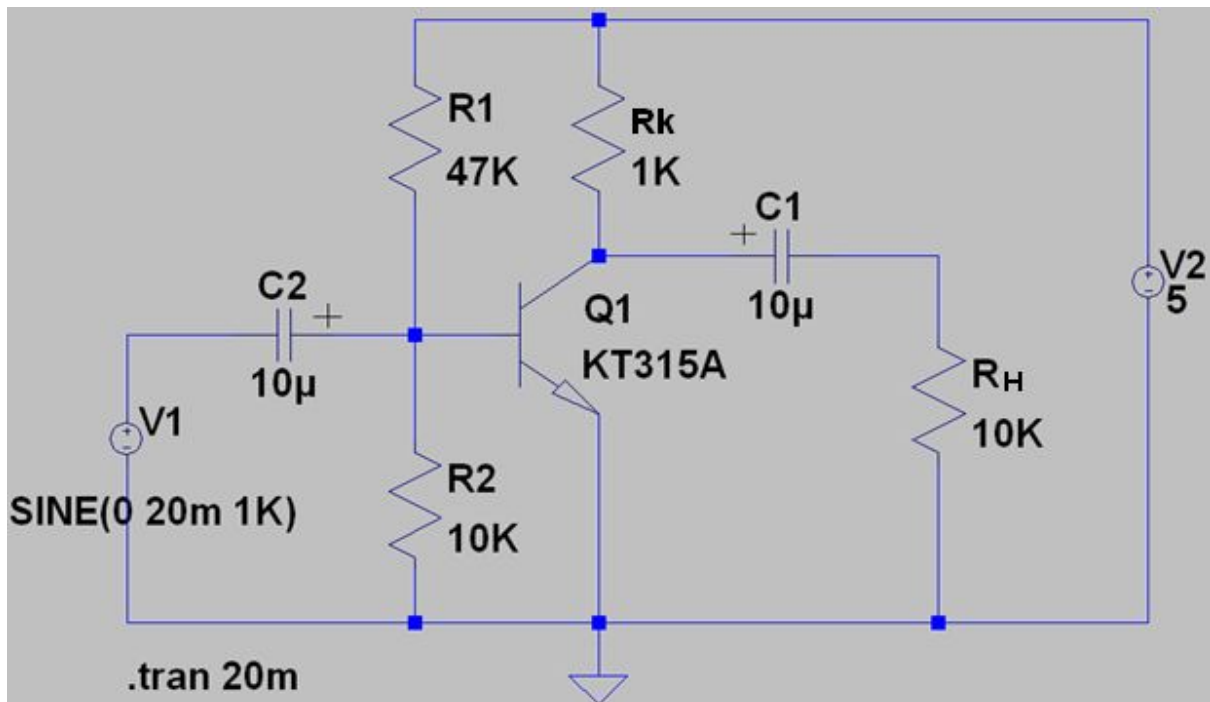

Рис.3.1 – Схема підсилювача
1. Складіть схему підсилювача, зображеного на рис.3.1. з виданих вам деталей. Серед трьох резисторів R1, R2, Rk, резистор R1 має найбільший опір. Резистор Rk має найменший опір. Опір резистора R2 більший ніж у Rk, але менший ніж у R1. Подайте на вхід схеми синусоїдальний сигнал з генератора, з амплітудою 10мВ і частотою 1КГц. Переконайтеся, що схема підсилює сигнал без спотворень. Під час налагодження схеми майте на увазі, що при відсутності вхідного сигналу (при відключеному генераторі), напруга між колектором і емітером повинна приблизно дорівнювати половині напруги живлення: $U_{ке} = U_{жив}/2$. Досягти цього можна змінюючи $U_{бе} = U_{R2}$. Зі збільшення $U_{бе}$, $U_{ке}$ буде зменшуватись і навпаки.